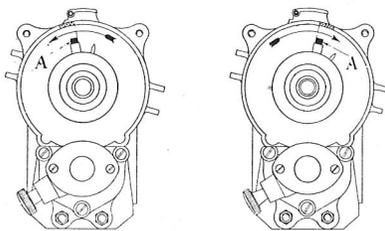

Fig. 23
f) Enlever le distributeur de la magnéto et amener le charbon rectangulaire *A* en face du repère correspondant à l'allumage du cylindre N° 1 (ce repère est tracé sur chaque magnéto, voir fig. 23), le levier d'avance de la magnéto étant poussé à l'avance maximum.